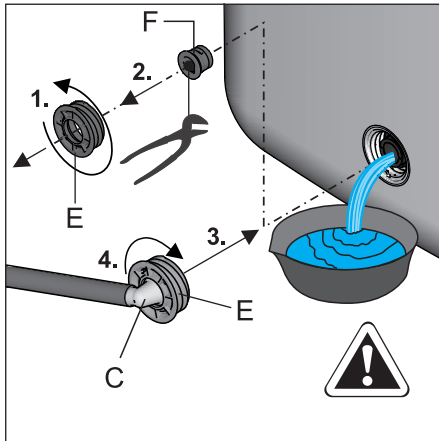

Bild 6-3 Vormontiertes Anschlussstück in Füll- und Entleeranschluss einschrauben
- Am Füll- und Entleeranschluss das Gewindestück (Bild 6-3, Pos. E) herausdrehen, sowie den Verschlussstopfen (Bild 6-3, Pos. F) entfernen **und sofort** das vormontierte Schlauch-Anschlussstück (Bild 6-1, Pos. C) in den Füll- und Entleeranschluss (Bild 6-3) wieder **einschrauben**.